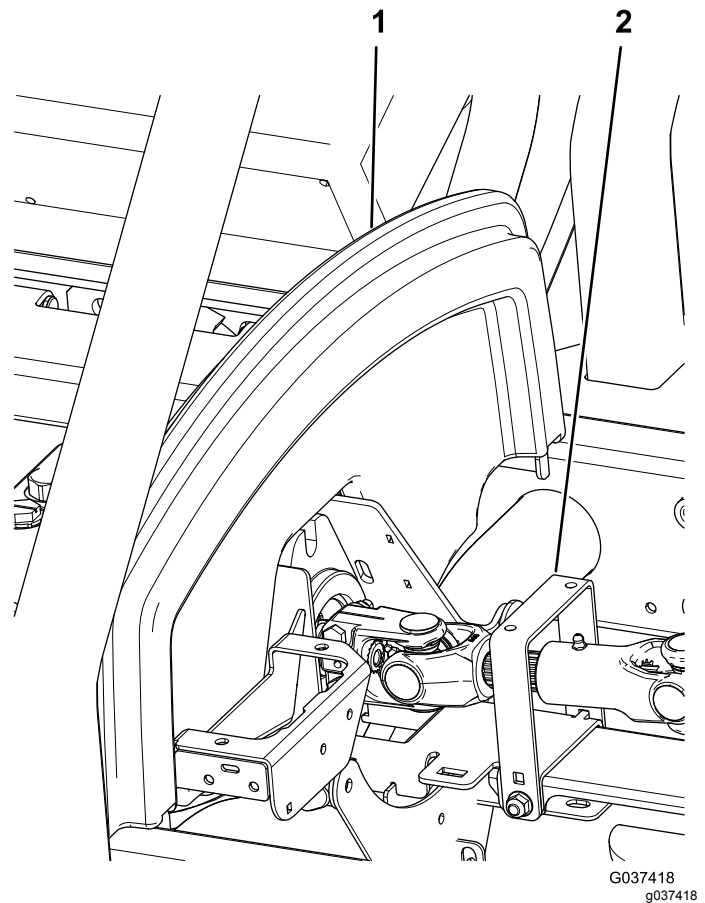

Рисунок 1
2. Откиньте сиденье вверх, откройте капот и снимите опору капота (Рисунок 1).
3. Снимите ограждение силовой передачи (Рисунок 1).
16. Установите ограждение силовой передачи (Рисунок 1).
17. Установите опору капота и опустите сиденье (Рисунок 1).